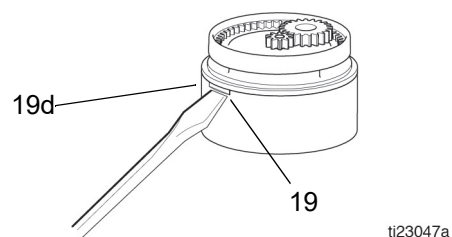

図 7
5. マイナスドライバーをピストンキット (19) のノッチに挿入し、チャンバー (19d) をこじ開けます。図 7 を参照。